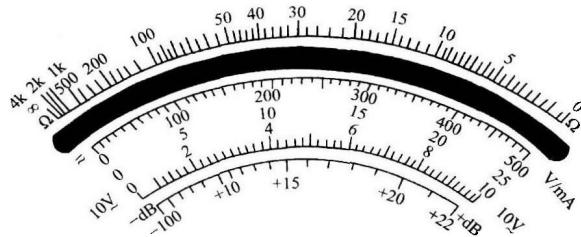

图 1-2 指针式万用表的表盘
(1) 使用前,应认真阅读使用说明书,熟悉万用表表盘,了解表盘上每条刻度线所对应的测量值,以图 1-2 为例可以看出,图中的第一条刻度线右边标有“ Ω ”,它是测量电阻的刻度线。第二条刻度线的左边标有“ \sim ”,右边标有 V/mA,表示交、直流电压和交、直流电流按